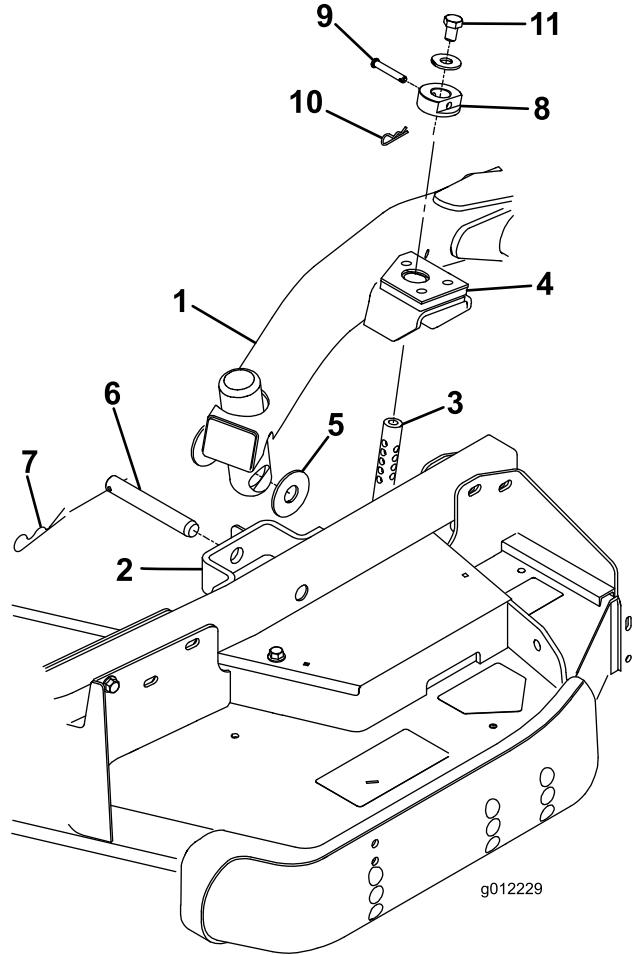

Figure 23
- Placez le levier de relevage en position de flottement. Poussez un bras de relevage vers le bas jusqu'à ce que ses trous soient alignés sur ceux du support du bras pivotant. Il est alors possible d'introduire la tige de réglage de hauteur de coupe dans les patins du bras de levage (Figure 23).
- Fixez le bras de relevage au bras pivotant avec (2) rondelles de butée, un axe de chape et une goupille fendue. Placez les rondelles de butée entre le bras de relevage et le support de bras pivotant (Figure 23). Insérez l'extrémité de la goupille fendue dans la fente
9. Montez les bagues de hauteur de coupe sur les tiges de réglage de hauteur de coupe et fixez-les avec les axes de chape et les goupilles fendues (Figure 23). La tête de l'axe de chape doit être dirigée vers l'avant du plateau.
10. Montez un boulon $1/2 \times 3/4"$ et une rondelle sur chaque tige de réglage de hauteur de coupe (Figure 23).